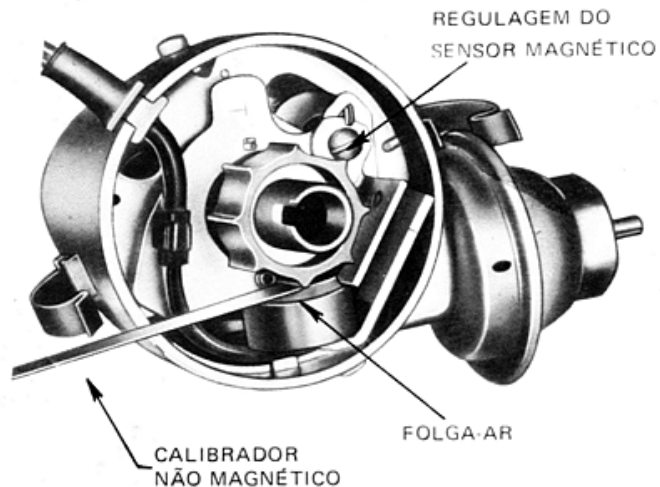

Fig. 9 Ajuste da folga-ar
- 6) Ajuste a folga-ar; afrouxe o parafuso e movimente o sensor magnético, abrindo-o ou fechando-o, conforme necessário. Alinhe um ressalto do relutor com o polo do sensor magnético. Introduza uma lâmina calibradora **NÃO MAGNÉTICA** de .008" entre o ressalto do relutor e o polo do sensor magnético. (Ver fig.9).